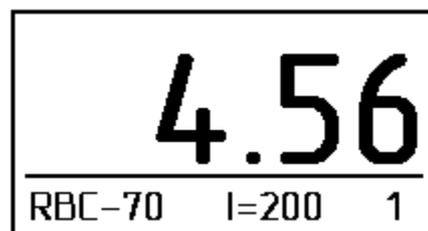

Рис. 4
4.2.12. Результат счета отображается на экране (рис. 4). Для получения количества эритроцитов на 1 л крови, полученное значение необходимо умножить на 10^{12} . Таким образом, число на индикаторе 4,56 означает, что в 1 л крови содержится $4,56 \cdot 10^{12}$ эритроцитов.